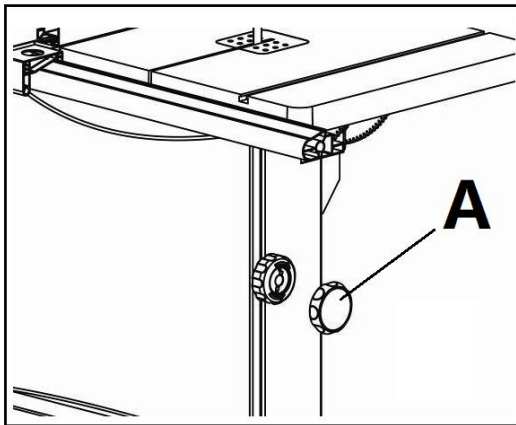

Рисунок 23
- Поворот ручки настройки (А, Рис.23) по часовой стрелке снижает натяжение приводного ремня.